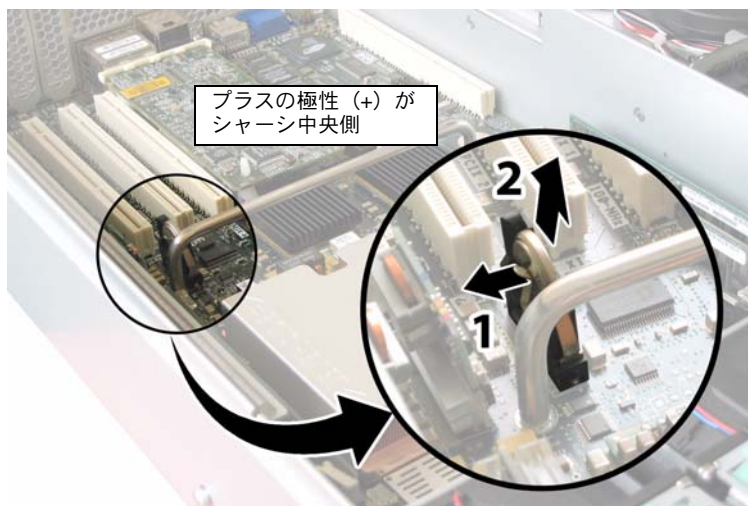

図 4-6 バッテリーの取り外し
4. バッテリー面からクリップを静かに引き出し、バッテリーを真上に持ち上げ、バッテリーを取り外します。図 4-6 を参照してください。